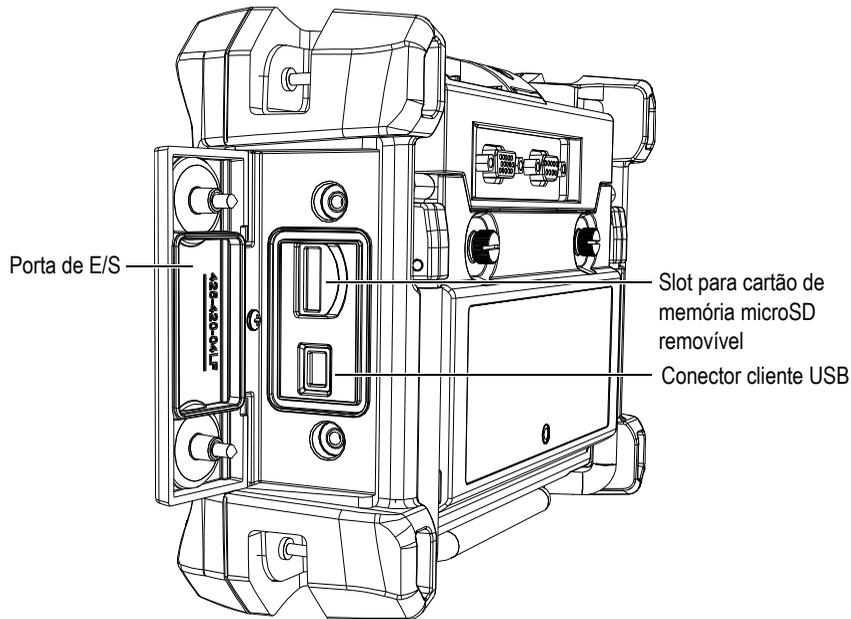

Figura 8-5 Conectores atrás da porta de E/S
1. Certifique-se de que um cartão de memória microSD esteja inserido no slot sob a porta de E/S no lado direito do Magna-Mike 8600 (ver a Figura 8-5 na página 154).